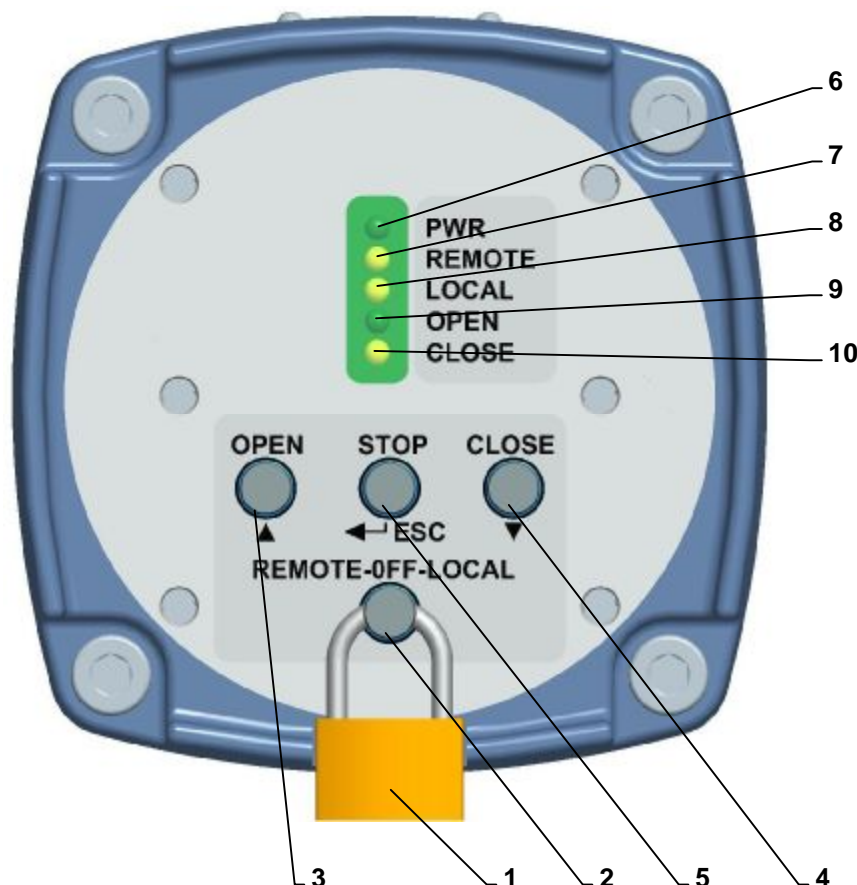

Рис. 14
4.9 Местное электрическое управление (Рис.14)